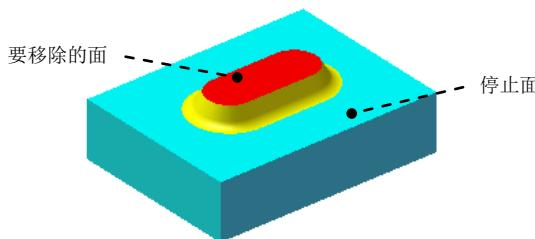

图 16.6.36 成形工具 7
(5) 单击“圆角”对话框中的 \checkmark 按钮，完成圆角 1 的创建。
Step6. 创建图 16.6.36 所示的零件特征——成形工具 7。
(1) 选择命令。选择下拉菜单**插入(I)** \rightarrow **钣金(O)** \rightarrow **成形工具**命令。
(2) 定义成形工具属性。
① 定义停上面。激活“成形工具”对话框**停上面**区域，选取图 16.6.36 所示的模型表面为成形工具的停上面。
② 定义移除面。激活“成形工具”对话框**要移除的面**区域，选取图 16.6.36 所示的模型表面为成形工具的移除面。
(3) 单击 \checkmark 按钮，完成成形工具 7 的创建。